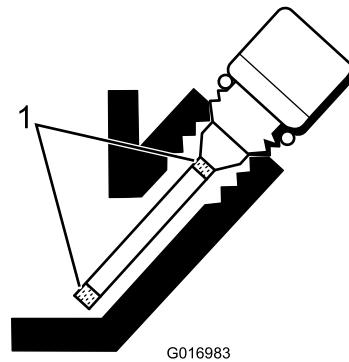

図 27
5. 不足であれば、ゲージの網目模様部分の中間位置になるまで補給する(図 27)。入れすぎないこと。